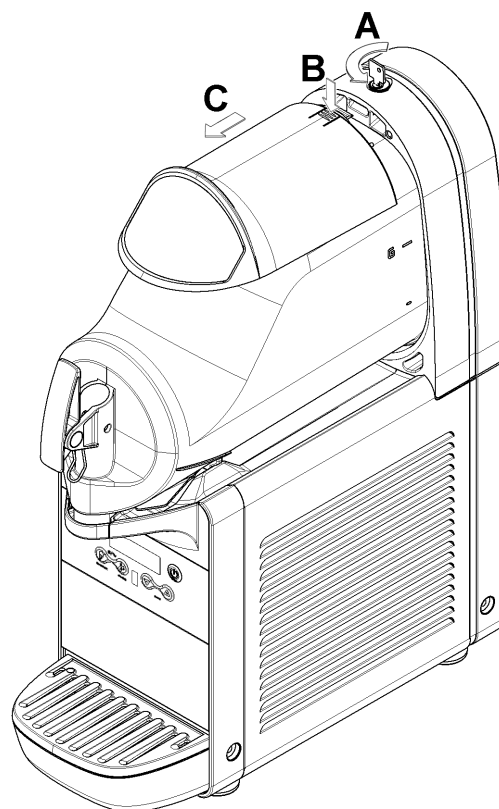

figura 6
- 1** Per rimuovere il coperchio del contenitore, premere il tasto superiore e far scorrere il coperchio stesso verso la parte anteriore del contenitore. Nel caso sia presente la serratura per la chiusura di sicurezza del coperchio, ruotare la chiave in senso antiorario per sbloccare il tasto di apertura (vedere figura 6).